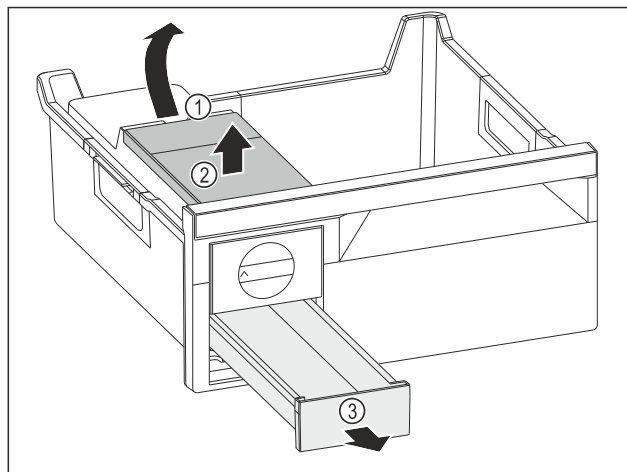

Fig. 103
- Watertank wegnemen: Watertank bij de uitsparing Fig. 103 (1) optillen.
- Watertank Fig. 103 (2) naar boven toe wegnemen.
- Ijsblokjesvak Fig. 103 (3) naar voren toe wegnemen.